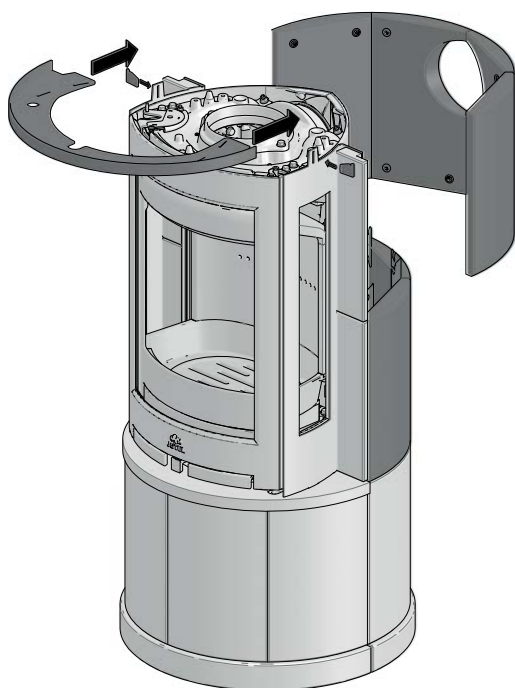

Fig. 18
16. Setzen Sie Ventilplatte 1 und 2 ein (19 und 20). **Abb. 18 und 19**.
15. Setzen Sie Ventilplatte 1 und 2 ein (19 und 20). **Abb. 18 und 19.**